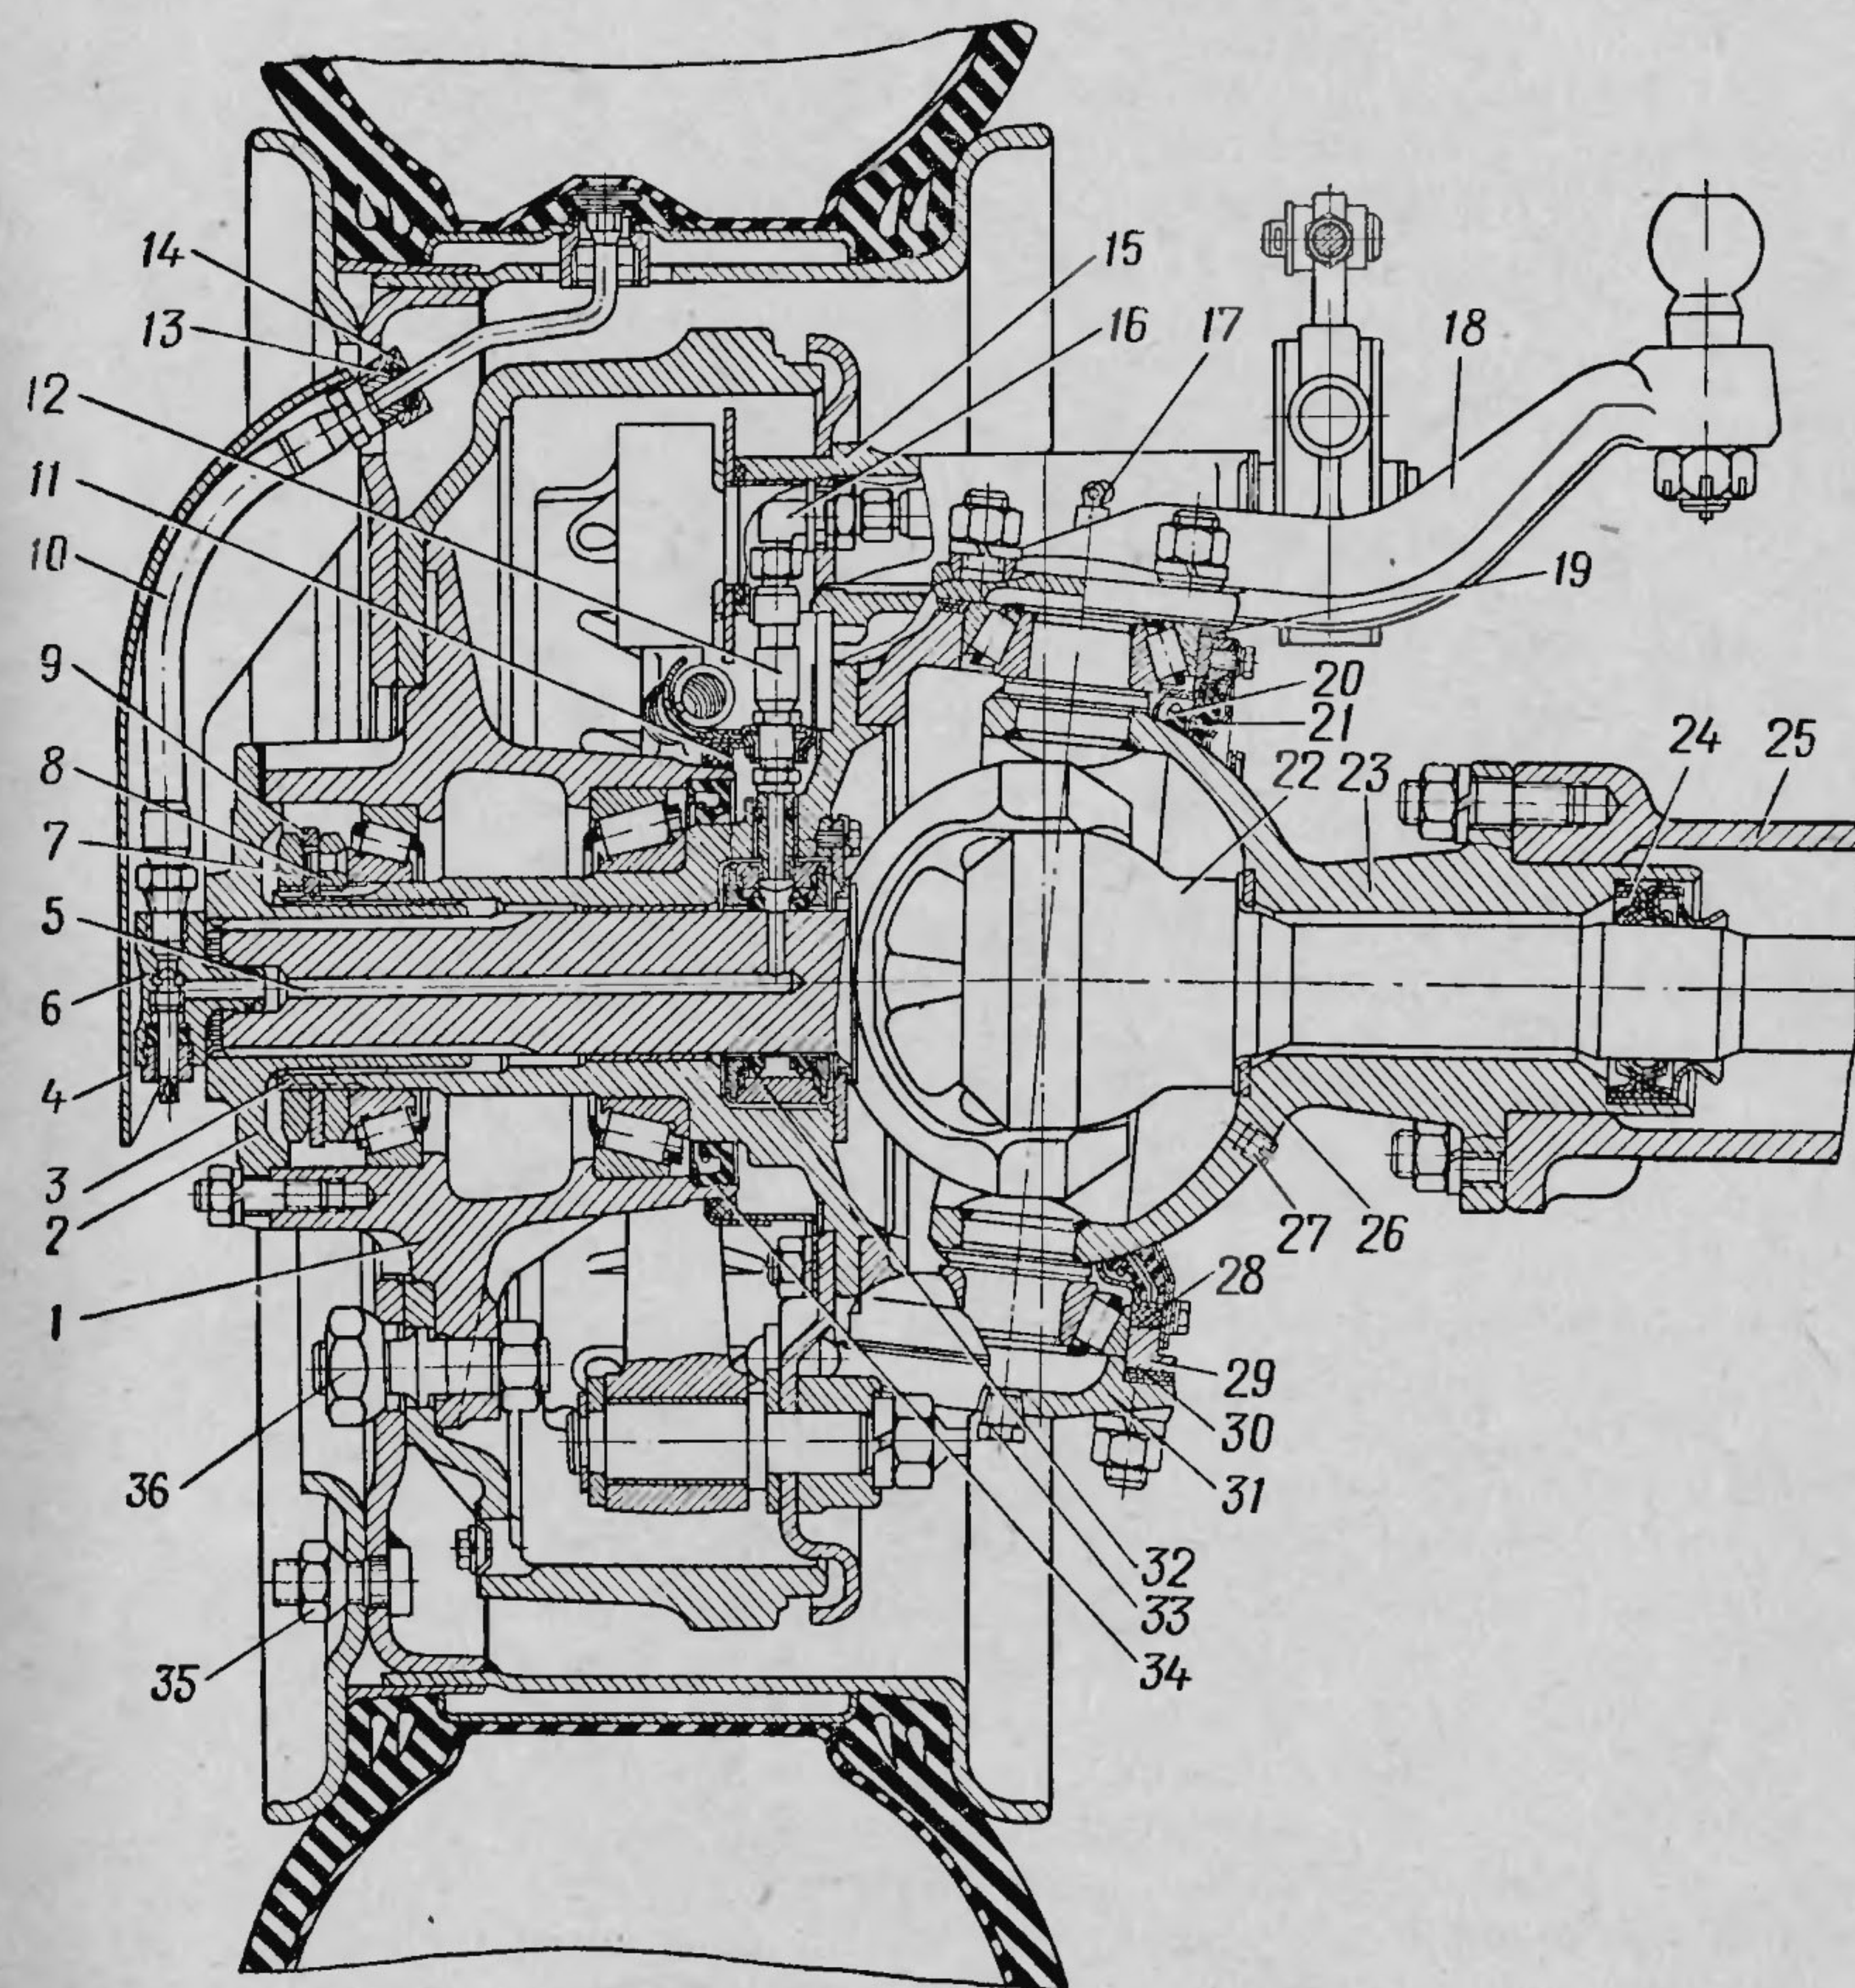

Рис. 55. Привод к ведущим колесам переднего моста:
1. Закрывать шинные краны 6 (рис. 55) всех колес.